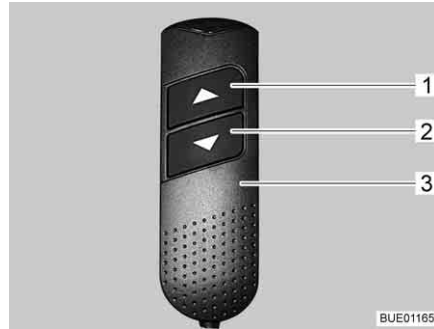

Fig. 111 Commande manuelle
- Sur la commande manuelle (Fig. 111,3), appuyer sur la touche "▼" (Fig. 111,2) et la maintenir pressée. Le pied rentre. Les têtes se relèvent.
- Sur la commande manuelle (Fig. 111,3), appuyer sur la touche "▲" (Fig. 111,1) et la maintenir pressée. Le pied sort. Les têtes s'abaissent.
- Sur la commande manuelle (Fig. 111,3), appuyer sur la touche "▼" (Fig. 111,2) ou sur la touche "▲" (Fig. 111,1) jusqu'à ce que la position désirée soit atteinte.